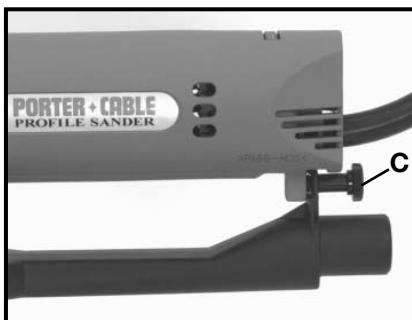

Fig. 14
2. Vissez le bouton « C » (en tête du récupérateur) à fond dans le filetage qui se trouve à l'arrière de la ponceuse (Fig. 14).